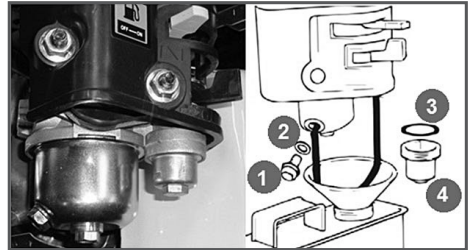

Рис.12 Обслуживание фильтра-отстойника карбюратора
- Открутите болт сливного отверстия (1) и слейте топливо из поплавковой камеры карбюратора (Рис. 12).
- Открутите стакан отстойника (4), вылейте из него топливо в ранее подготовленную емкость.
1. Слейте топливо из топливного бака и карбюратора (Рис.12).